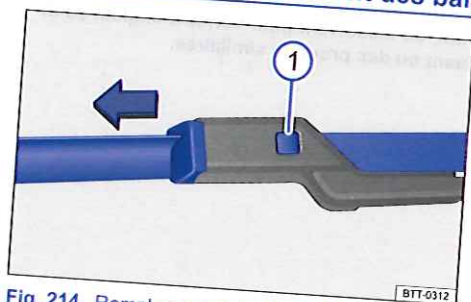

Fig. 214 Remplacement des balais d'essuie-glace avant.
- Maintenez la touche de déverrouillage \Rightarrow fig. 214 ① enfoncée et retirez simultanément le balai d'essuie-glace dans le sens de la flèche.